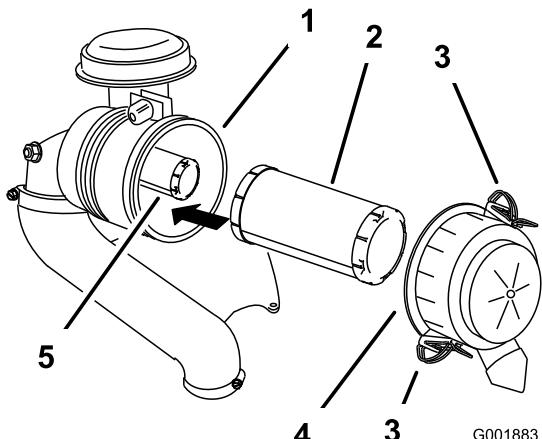

Figura 30
3. Liberte os trincos do filtro de ar e puxe a tampa para fora do corpo do filtro (Figura 30).
5. Deslize suavemente o filtro principal para fora do corpo do filtro (Figura 30).
2. Se substituir o filtro de segurança, empurre-o com cuidado para o corpo do filtro (Figura 30).
3. Deslize cuidadosamente o filtro principal sobre o filtro de segurança (Figura 30).
4. Instale a tampa do filtro de ar com o lado indicado como **up** virado para cima e aperte os trincos (Figura 30).